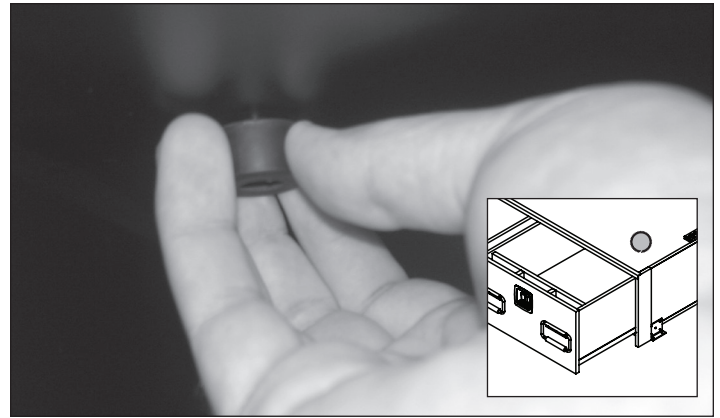
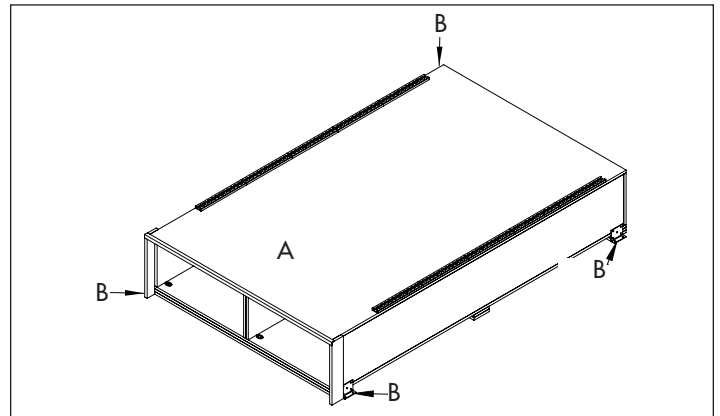

Figura 3 - Desinstale y vuelva a instalar los tapones de goma del lado inferior de la parte superior de la caja.
Figura 4
2. Abra los cajones del cajón inferior lo suficiente como para extender su mano dentro y desatornillar los tapones de goma del lado inferior de la parte superior de la caja (vea la Figura 3). Quite completamente los cajones y déjelos a un lado.
3. Deslice la caja del cajón (A) en el área de carga del vehículo.
4. **OPCIONAL:** ubique los orificios de bloqueo (B) en los montajes en la parte inferior de la caja (A) (ver Figura 4).
5. Vuelva a instalar los cajones y tapones de goma realizando el procedimiento inverso al realizado en el Paso 2 (ver Figura 3).